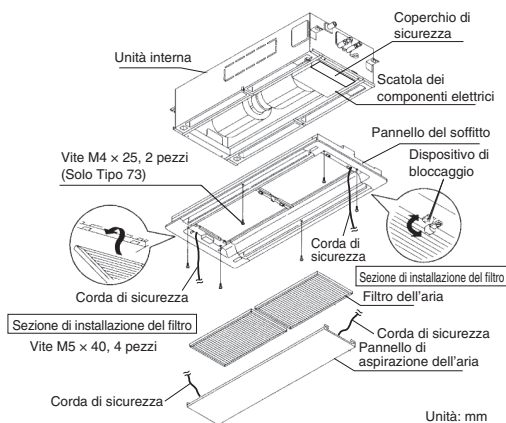

Fig. 7-20
(2) Rimuovere la griglia di aspirazione dell'aria e il filtro dell'aria dal pannello del soffitto come indicato nelle Fig. 7-20 e 7-21.
(6) Installare il filtro dell'aria e la griglia di aspirazione dell'aria eseguendo le procedure nelle Fig. 7-20 e 7-21 in ordine inverso.